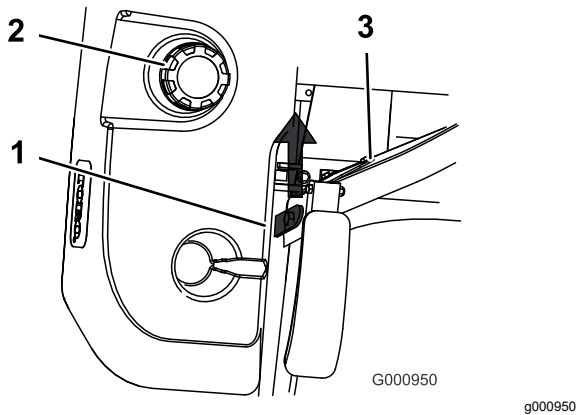

Bild 14
3. Klappen Sie den Sitz hoch (**Bild 14**).